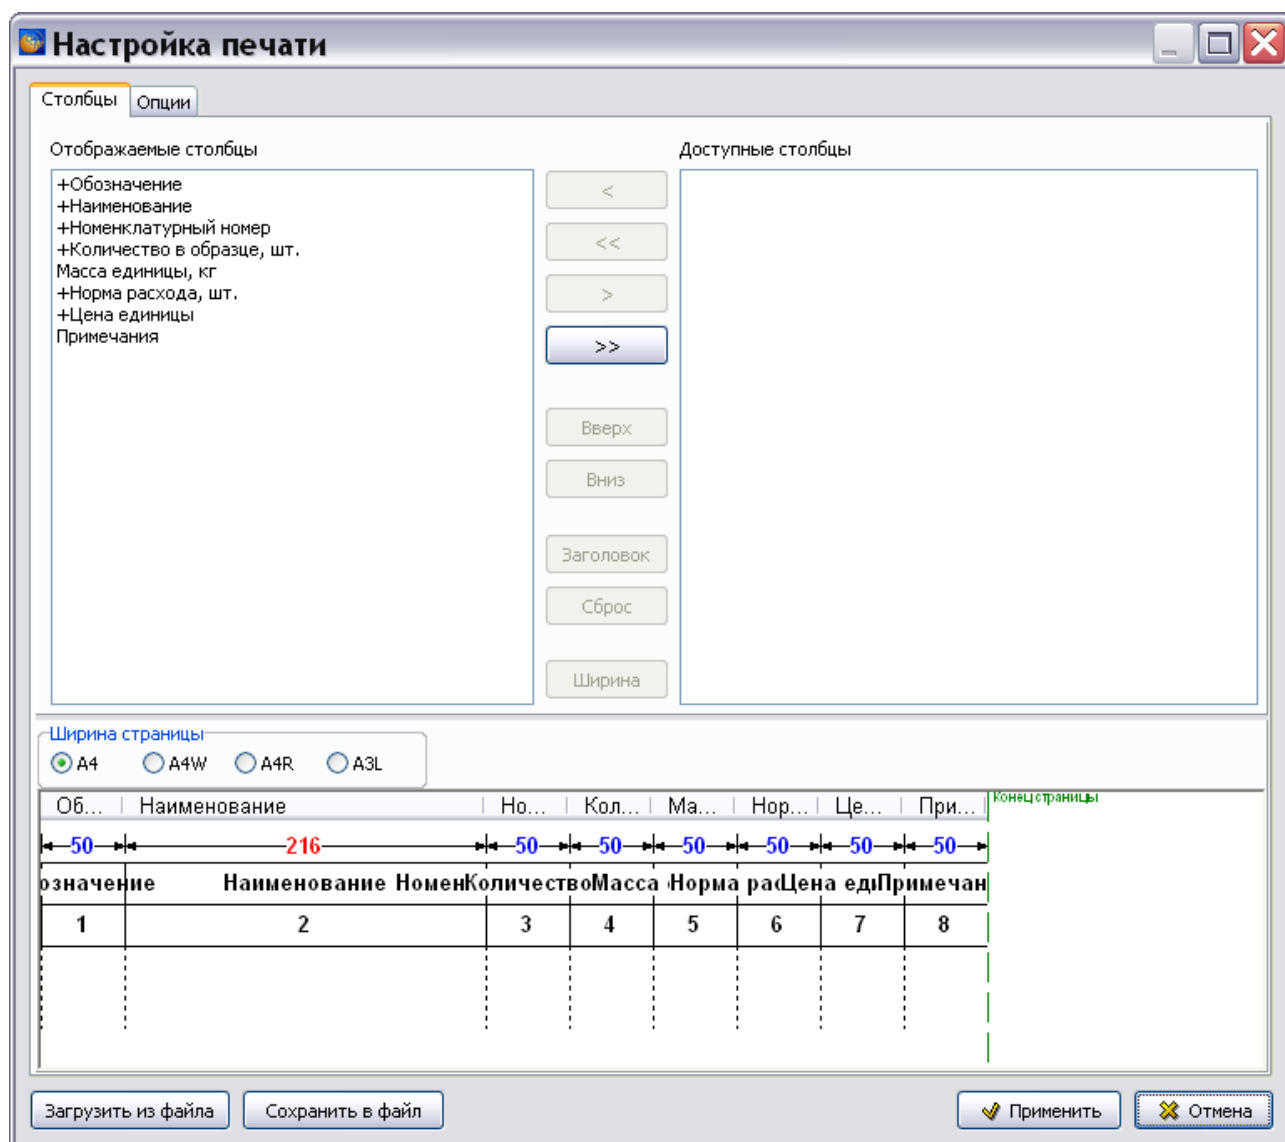

Рис. 10.8
3. При выборе пункта **Настройки печати из модуля данных...** можно установить настройки, отличные от заданных в шаблоне документа. Настройки создаются в диалоговом окне **Настройка печати** на вкладках «Столбцы» и «Опции» (Рис. 10.8). Описание создания настроек печати смотрите в подразделе «Настройки печати» раздела 9.2.2.